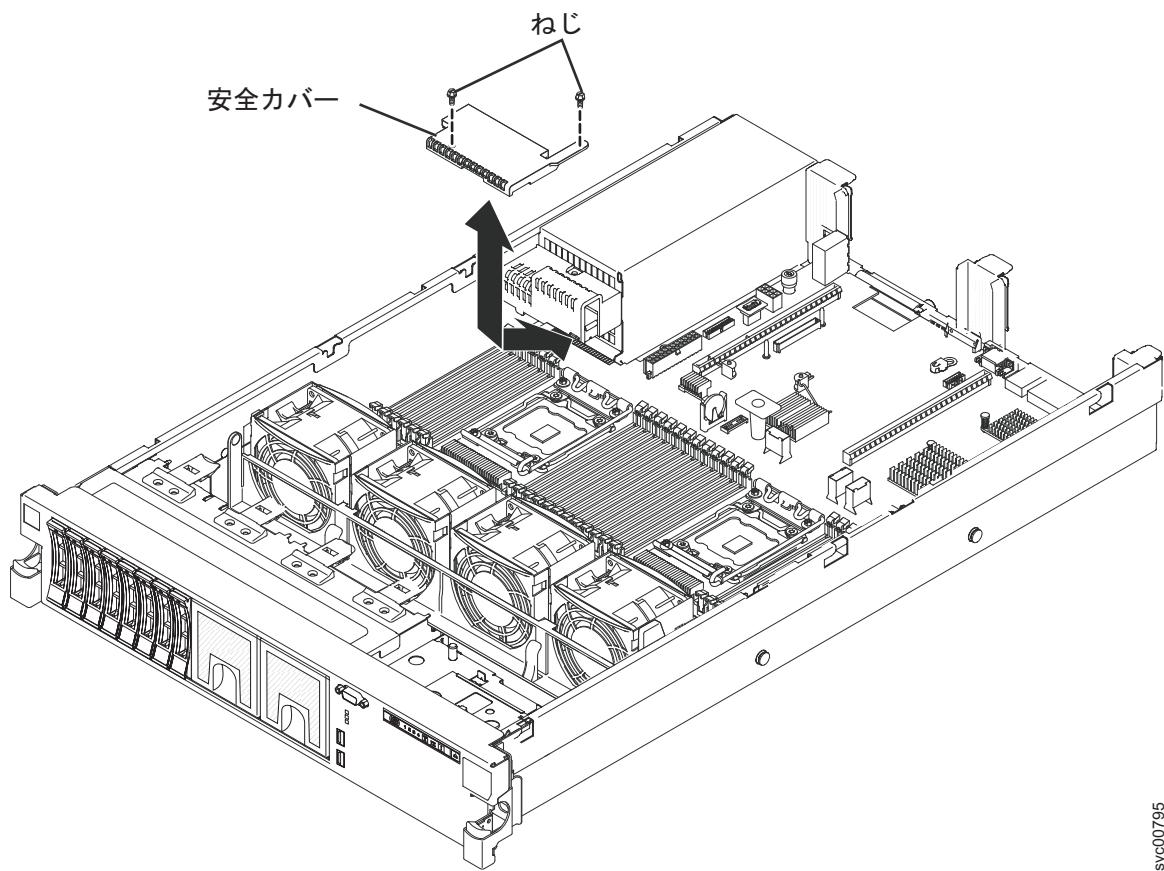

図 95. SAN ボリューム・コントローラー 2145-DH8 240 VA 安全カバーの交換
1. 図 95 に示すように、安全カバーの下部にあるタブを、システム・ボード上のスロットに合わせて挿入します。